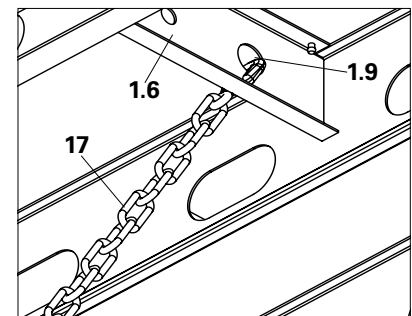

Fig. A10.02b
- Fije la cadena tensora (17) al taladro (1.9) provisto en el refuerzo (1.6) del panel ADP (1). (Fig. A10.02b)